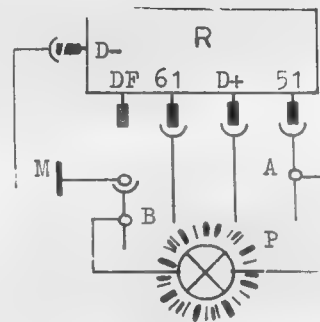

Bild 59
- Nun wird die Verbindung Kabel DF mit B direkt an Masse gelegt (siehe Bild 59).